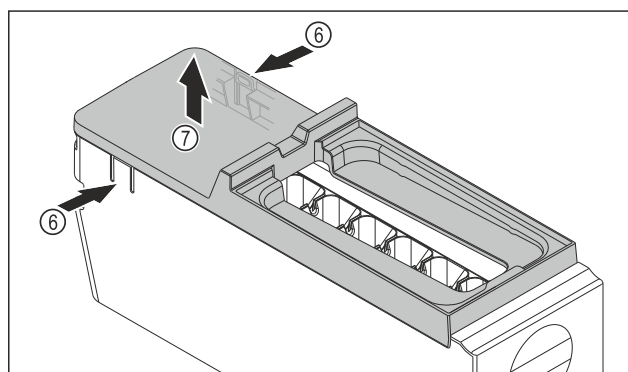

Fig. 166
- Retirer le couvercle du corps de l'EasyTwist-Ice : D'une main, pousser les languettes Fig. 166 (6) des deux côtés du corps de l'EasyTwist-Ice.
- De l'autre main, retirer le couvercle Fig. 166 (7) vers le haut.